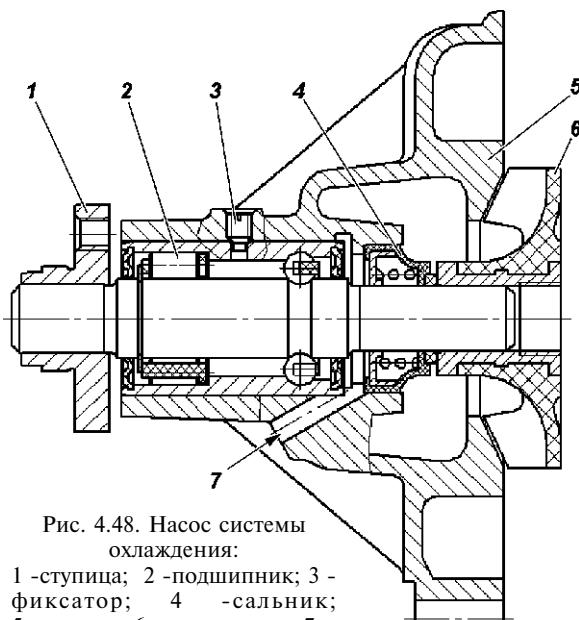
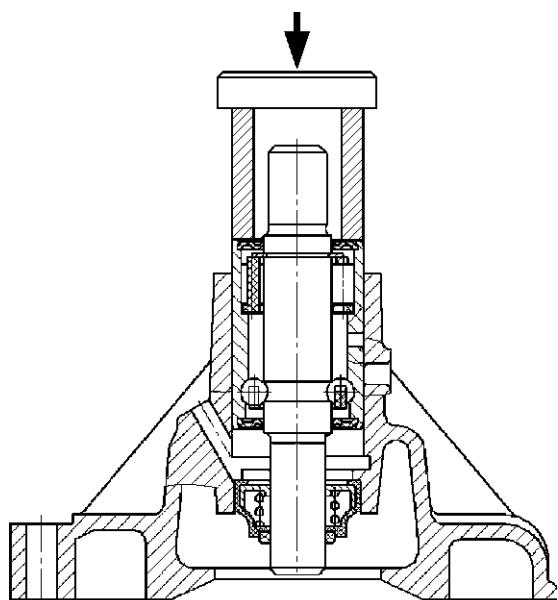

Рис. 4.48. Насос системы
Рис. 4.53. Запрессовка подшипника с валиком в корпус насоса системы охлаждения
Возможными неисправностями насоса могут быть: течь жидкости из контрольного отверстия 7 (рис. 4.48) в результате износа кольца скольжения сальника или уменьшения усилия пружины сальника, износа подшипника 2, раковин и трещин на рабочем торце втулки крыльчатки 6.
- выверните фиксатор 3 (см. рис. 4.48);
- с помощью оправки (рис. 4.53) запрессуйте подшипник в корпус насоса так, чтобы гнездо под фиксатор совпало с отверстием в корпусе. Заверните и закерните фиксатор 3 (см. рис. 4.48);